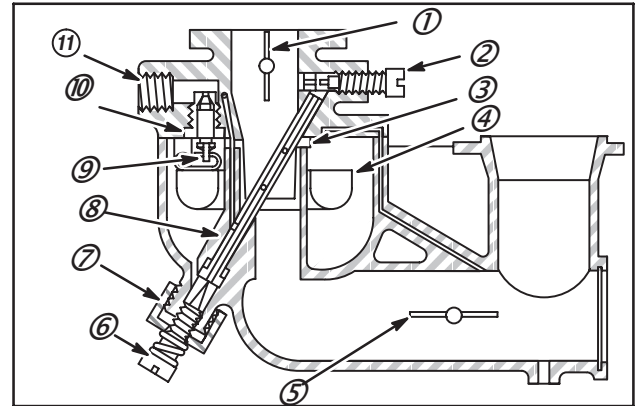

Fig. 133
4. Le diffuseur (8) passe en diagonale à travers le corps supérieur, il doit être ôté avant de séparer les deux parties supérieure et inférieure, Fig. 133.
7. Avec un tournevis à panne large portant bien sur les flancs **Réf. : 19063**, déposer le siège (11).